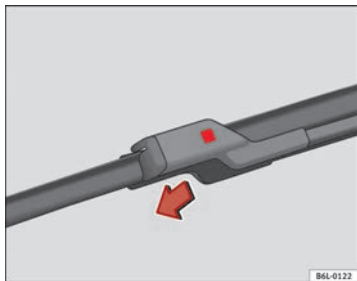

Fig. 138 Cambio spazzola tergicristalli
- Premere il pulsante di sicurezza ⇒ fig. 138.